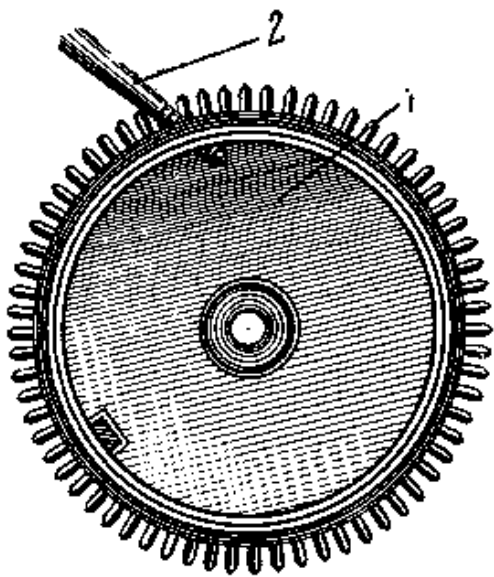

Рис. 141. Способ вставки крючка барабана на резьбе:
2. В боковой стенке барабана просверливают отверстие, нарезают в нем резьбу и с внутренней стороны барабана снимают заусенцы. Отверстие должно быть точно посередине высоты барабана, т. е. между дном его и крышкой. Затем нагнотовывают латунную проволоку, нарезают на ней резьбу и ввертывают в барабан (рис. 141) настолько глубоко, чтобы высота крючка лишь немного превышала толщину пружины, после чего крючок припаивают. Наружный конец проволоки отрезают напильником — ножовкой, заглаживают напильником заподлицо со стенкой барабана. 3. В более крупных часах рекомендуется на внутренней стенке барабана прорезать место для крючка (рис. 142) не глубже проточки, на которую ложится крышка. Для этого нужно сделать грабштихелем риску, а затем трехгранным бархатным или полубархатным напильником сделать углубление. Окончательно углубление подправляют ножовкой осторожно и неглубоко.